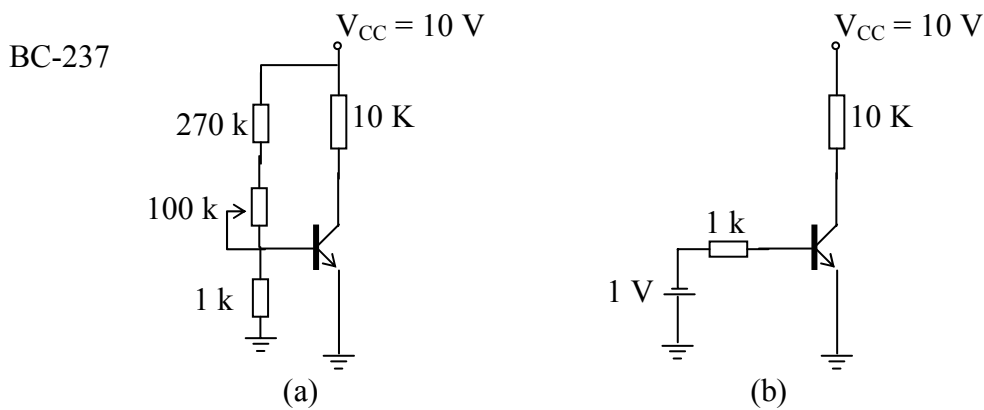

Figura 7 – Transistor operando na região de corte
Monte o circuito mostrado na figura 7.a, com R_p na mesma posição do item anterior.
- Polarize inversamente a junção base-emissor do transistor, como mostra a figura 7.b. Faça as mesmas medidas do item anterior e compare os resultados obtidos.